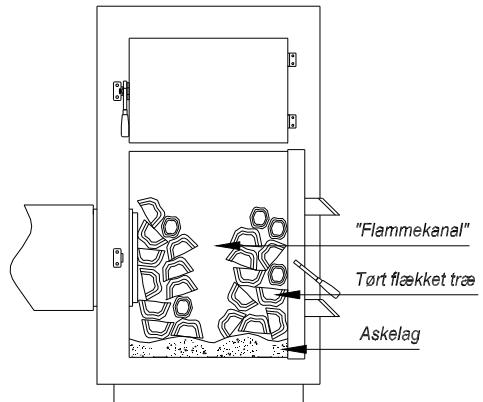

Fig. 7- Håndfyring i kedel
2. Fyld kedlen ca. halvt op med tørt og flækket træ (max . vand % 15-20), søg at friholde en åbning (kanal) på ca.10cm. bredde i midten af brænslet (flammekanal) som vist på fig. 7.